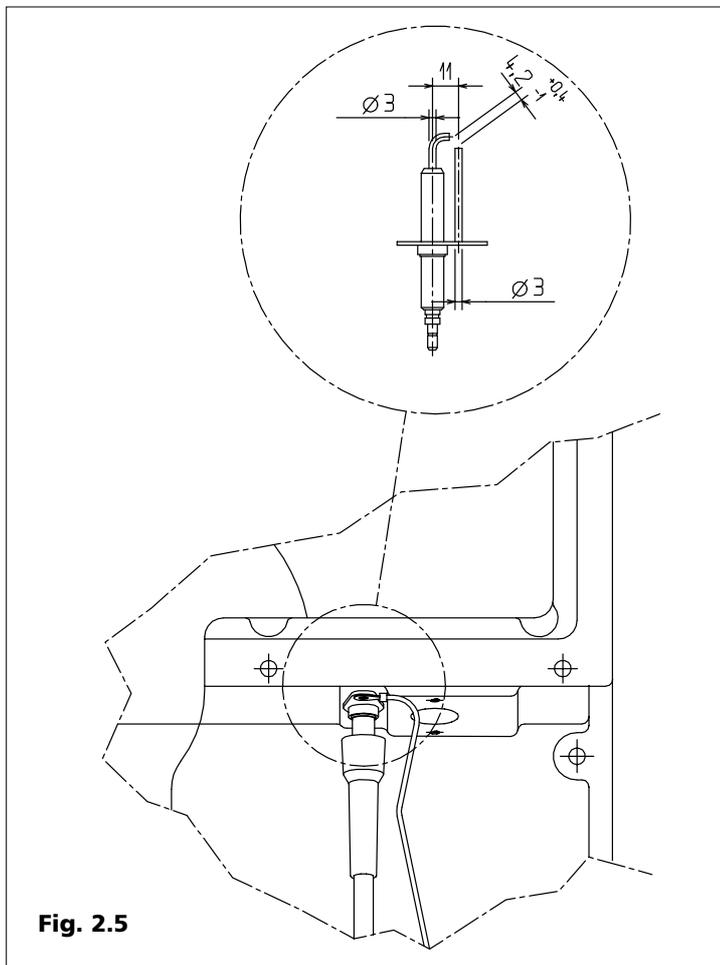

Fig. 2.5
2.4 Elettrodo di accensione e rilevazione (Fig.2.5)